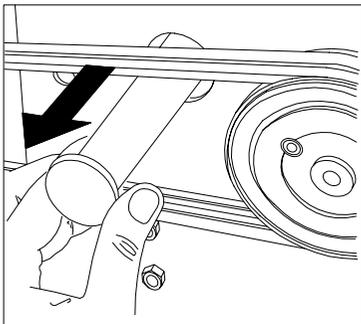

Fig. 17
- Placer le pince pour seeger et enlever l'anneau comme indiqué fig. 17 (côté hacheuse).